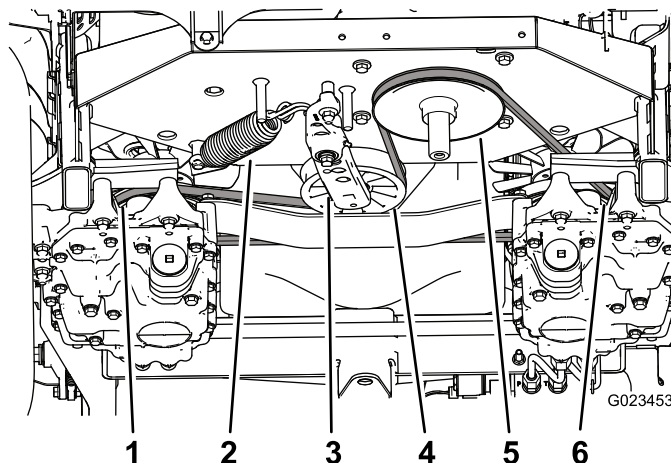

Bild 56
3. Setzen Sie eine Ratsche in das rechteckige Loch im Spannarm ein, um die Spannung an der Spannscheibenfeder zu lösen (Bild 56), nehmen Sie dann den Riemen von der Spannscheibe.
4. Haken Sie die Spannscheibenfeder vom Spannarm und vom Rahmen aus (Bild 56).
9. Haken Sie eine Feder am Spannarm und am Rahmen ein (Bild 56).